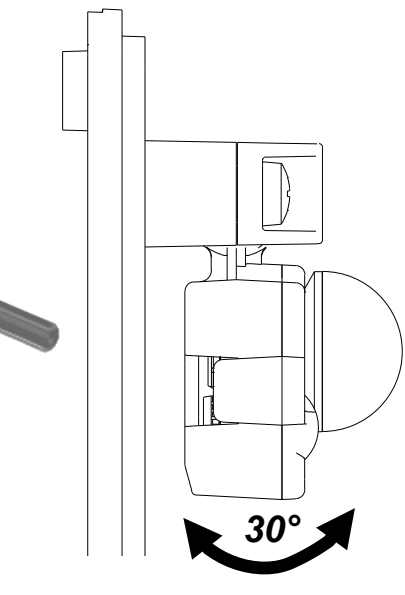

Fig. 2
- 4) Resserrer les vis de serrage « A » pour verrouiller les positions des têtes rotatives (*fig. 2*).
- 4) Serrare le viti di fissaggio "A" per bloccare le posizioni delle teste rotanti (*fig. 2*).
- 4) 4) Tighten the clamping screws "A" to lock the positions of the rotating heads (*fig. 2*).
- 4) 4) Apriete los tornillos de apriete "A" para bloquear las posiciones de los cabezales giratorios (*fig. 2*).